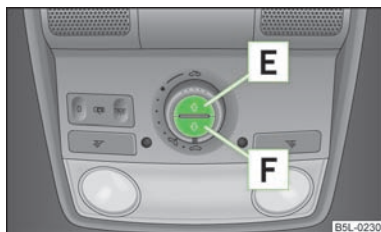

Fig. 21
Se puede abrir o cerrar la cortinilla antisolar enrollable individualmente con las teclas » fig. 21.
- Para abrir por completo pulsar brevemente la tecla **E** » fig. 21.
- Para abrir por completo pulsar brevemente la tecla **F** » fig. 21.
Para la inicialización de la cortinilla antisolar pulsar la tecla **[F]** » fig. 21 durante aprox. 10 segundos.